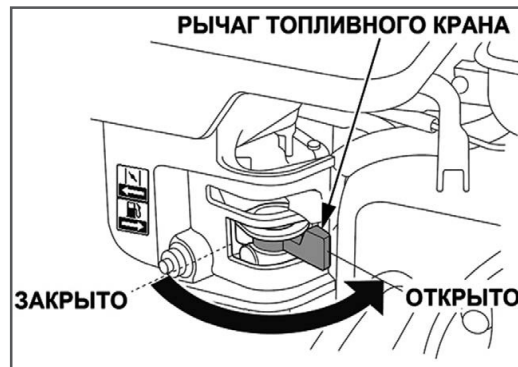

Рис.9 - Топливный кран карбюратора
2. Откройте топливный кран карбюратора. Для этого рычаг топливного крана (Рис. 9) установите в крайнее правое положение. 5. Выключатель зажигания установите в положение ON (Включено) (Рис. 12).